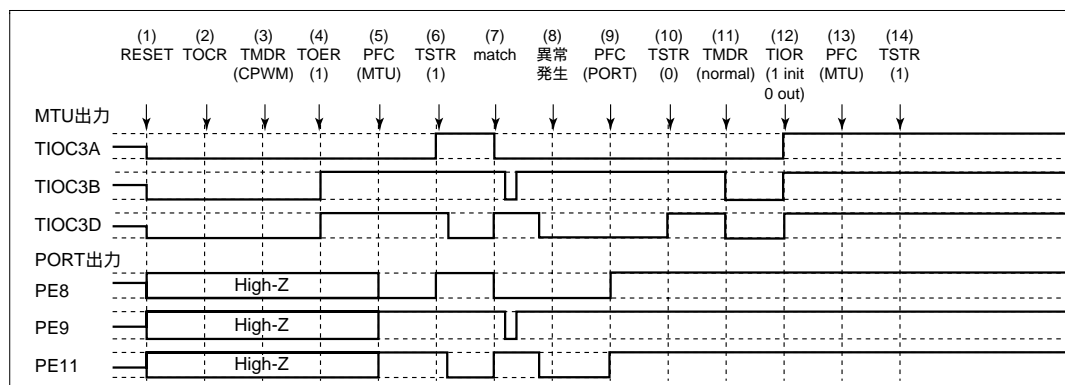

図 12.116 相補 PWM モードで異常が発生し、ノーマルモードで復帰する場合
相補 PWM モードで異常が発生し、再設定後ノーマルモードで再スタートする場合の説明図を図 12.116 に示します。
- (1) ~ (10) は図 12.116 と共通です。
- (11) PWM モード 1 を設定してください (MTU 出力は Low レベルとなります)。
- (12) TIOR で端子を初期化してください (PWM モード 1 では TIOC*B 側は初期化されません)。
- (13) PFC で MTU 出力としてください。
- (14) TSTR で再スタートします。
- (11) PFC で MTU 出力としてください。
- (12) TSTR で再スタートします。
- (13) コンペアマッチの発生により相補 PWM 波形を出力します。
- (11) ノーマルモードを設定し新しい設定値を設定してください (MTU 出力は Low レベルとなります)。
- (12) TOER でチャンネル 3、4 の出力を禁止してください。
- (13) TOCR で相補 PWM モードの出力レベルと周期出力の許可禁止を選択してください。
- (14) 相補 PWM を設定します。
- (15) TOER でチャンネル 3、4 の出力を許可してください。
- (16) PFC で MTU 出力としてください。
- (17) TSTR で再スタートします。
(24) 相補 PWM モードで動作中に異常が発生し、リセット同期 PWM モードで再スタートする場合の動作
- (11) ノーマルモードを設定してください (MTU 出力は Low レベルとなります)。
- (13) TOCR でリセット同期 PWM モードの出力レベルと周期出力の許可禁止を選択してください。
- (14) リセット同期 PWM を設定します。
(25) リセット同期 PWM モードで動作中に異常が発生し、ノーマルモードで再スタートする場合の動作